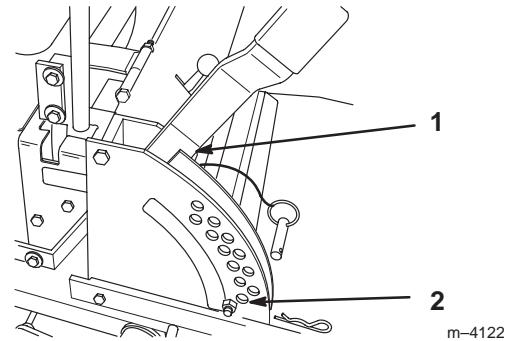
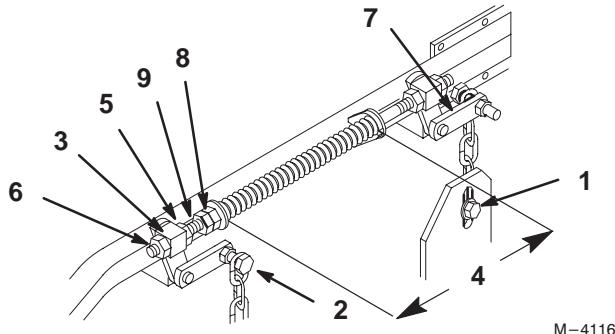

Figure 46
Figure 47
4. Lever le plateau de coupe en position de transport (Fig. 46). Desserrer le plus loin possible les contre-écrous à l'avant de chacun des deux grands ressorts du système de relevage du plateau, afin de détendre ces ressorts (Fig. 47).
5. Placer deux cales de 35 mm (1-1/4") d'épaisseur sous le bord arrière de l'unité de coupe, à droite et à gauche. Placer une cale de 44 mm (1-3/8") sous le bord avant de l'unité de coupe, au centre (pas sous les supports de roues de jauge). Descendre l'unité de coupe à la position de hauteur de coupe de 38 mm (1-1/2") (Fig. 46).
6. Desserrer le boulon de chaîne inférieur dans sa rainure à l'arrière du plateau. Répéter l'opération de l'autre côté (Fig. 47).
7. Desserrer les écrous avant et arrière des deux côtés du pivot avant jusqu'à ce que les chaînes avant soient détendues et que le plateau repose sur les cales. Répéter l'opération de l'autre côté. (Fig. 47).
8. Lorsque la visserie est desserrée, le levier de relevage du plateau a tendance à quitter sa position de 38 mm (1-1/2") et à se relever sous l'effet de la tension encore présente dans les grands ressorts de support. Appuyer fermement sur le bras de support arrière du plateau pour ramener le levier de relevage du plateau à la position de 38 mm (1-1/2") (Fig. 47).
9. Sans cesser d'appuyer sur le bras de support de l'arrière du plateau, tendre la chaîne arrière et serrer les pièces qui la fixent en bas (Fig. 47). On peut alors relâcher la pression vers le bas. Répéter les opérations de l'autre côté.
14. Lever le levier de relevage du plateau en position de transport (Fig. 46).
15. Pour régler les ressorts de compression, visser les écrous avant des ressorts jusqu'à ce que l'écart entre les deux grandes rondelles soit égal à 260 mm (10-1/4"), puis serrer les contre-écrous (Fig. 47).